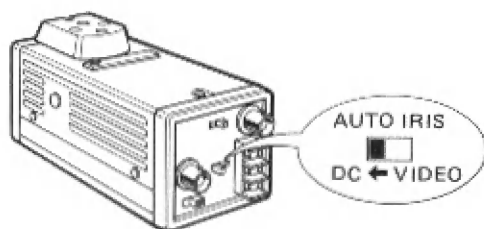

Fig. 1
- (1) Vérifier que le sélecteur d'objectif implanté sur la face arrière de la caméra est bien placé sur DC. (Fig. 1)